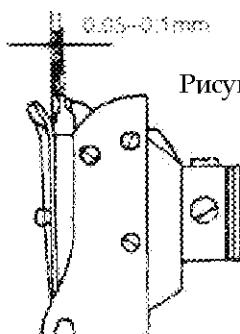

Рисунок 22
2. Если необходимо, ослабьте винт Вращения челнока на машине, точка которого должна быть выровнена по центральной линии иглы. В настоящее время, расстояние между меткой иглы и вращающимся челноком - приблизительно 0.05 - 0.1 мм (см. рисунок 22).